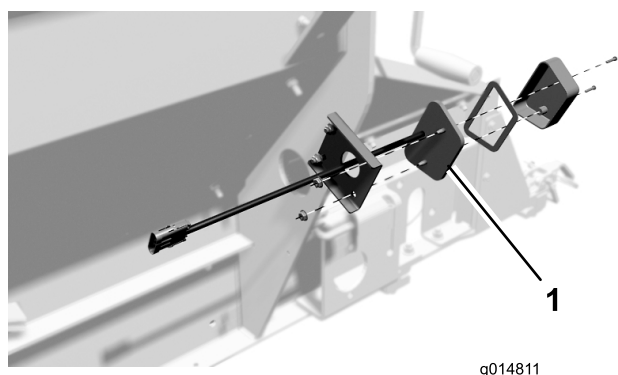

Figura 5
1. Suporte das luzes (2)
7. Monte um conjunto de luzes traseiras em cada suporte com (2) palnuts (Figura 5). Certifique-se de que os fios da luz estão encaminhados através do suporte antes da montagem. Não aperte demasiado as porcas